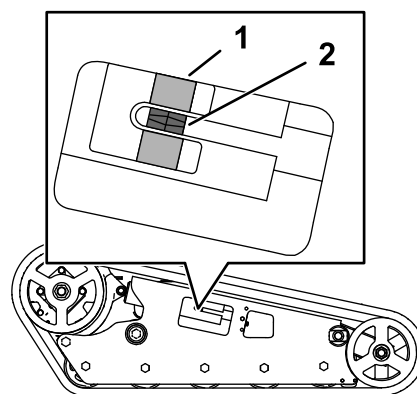

Figure 58
Vérifiez que le bloc de tension est aligné sur le guide vert de l'autocollant ou qu'il se trouve à 1,3 cm de l'arrière de la fente du tube de tension (Figure 58).
4. À l'aide d'un rochet de ½", tournez la vis de tension jusqu'à ce que le bloc de tension soit aligné sur le guide vert de l'autocollant ou se trouve à 1,3 cm de l'arrière de la fente du tube de tension (Figure 58).
8. Vérifiez que le bloc de tension est aligné sur le guide vert de l'autocollant ou qu'il se trouve à 1,3 cm de l'arrière du tube de tension pour les deux chenilles (Figure 58). Réglez au besoin.